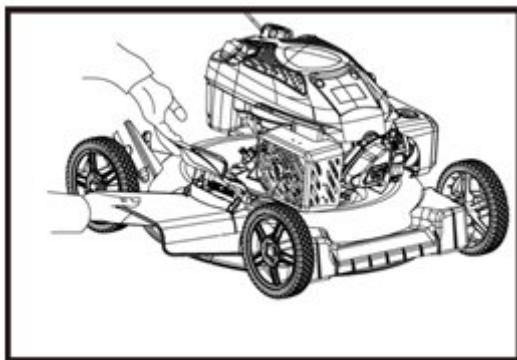

Рис.4
1.Поднимите крышку бокового выброса одной рукой и закрепите желоб бокового выброса другой рукой. (рис.4)